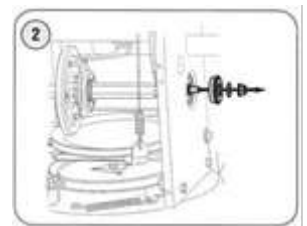

Figure 25
3. Retirez délicatement l'écrou hexagonal et la rondelle qui fixe l'arbre hexagonal au bâti de la souffleuse à neige et frappez légèrement l'extrémité de l'arbre pour déloger le roulement à billes du côté droit du bâti. Voir la figure 25.